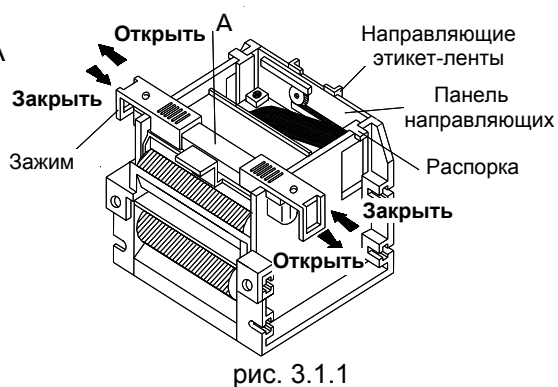

рис. 3.1.1
2. Нажать указательным пальцем на т. А и сдвинуть наружу два пластиковых зажима. Поднять прижимную пластину печатающей головки (см. рисунок 3.1.1)